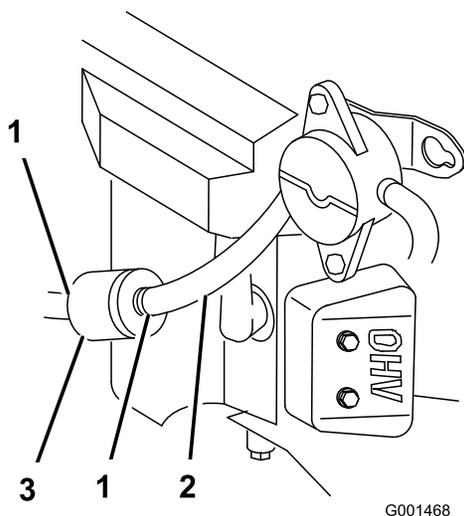

Figure 38
5. Fermez le robinet d'arrivée de carburant (Figure 38).
6. Pincez les extrémités des colliers et faites glisser ceux-ci pour les éloigner du filtre (Figure 38).
8. Posez un filtre neuf et rapprochez les colliers de fixation du filtre (Figure 38).
3. Fermez le robinet d'arrivée de carburant (Figure 38).
4. Desserrez le collier de serrage au niveau du filtre à carburant et éloignez-le du filtre en le poussant le long de la conduite d'alimentation (Figure 38).
5. Débranchez les conduites d'alimentation du filtre à carburant (Figure 38).
Remarque: Laissez l'essence s'écouler dans un bidon ou un bac de vidange (Figure 38).
7. Raccordez la conduite d'alimentation au filtre. Rapprochez le collier de serrage du filtre pour fixer la conduite d'alimentation (Figure 38).